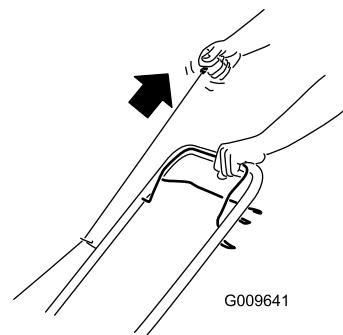

Figura 14
2. Tire del arrancador de retroceso (Figura 14).
**Nota:** Cuando tire del arrancador de retroceso, debe tirar suavemente hasta que note resistencia; luego tire con fuerza (Figura 14). Deje que la cuerda vuelva lentamente al manillar.